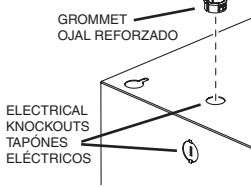

FIG. 11
- Strip 1/2" of insulation from wires. Connect white to white, black to black, and green to prepared hole with green ground screw provided. (FIG. 11)
6. Pele 1/2 plg. de aislante de los cables. Conecte los cables, blanco con blanco, negro con negro y el verde con el orificio hecho con el tornillo de tierra verde, proporcionado en la bolsa. (FIG. 11)